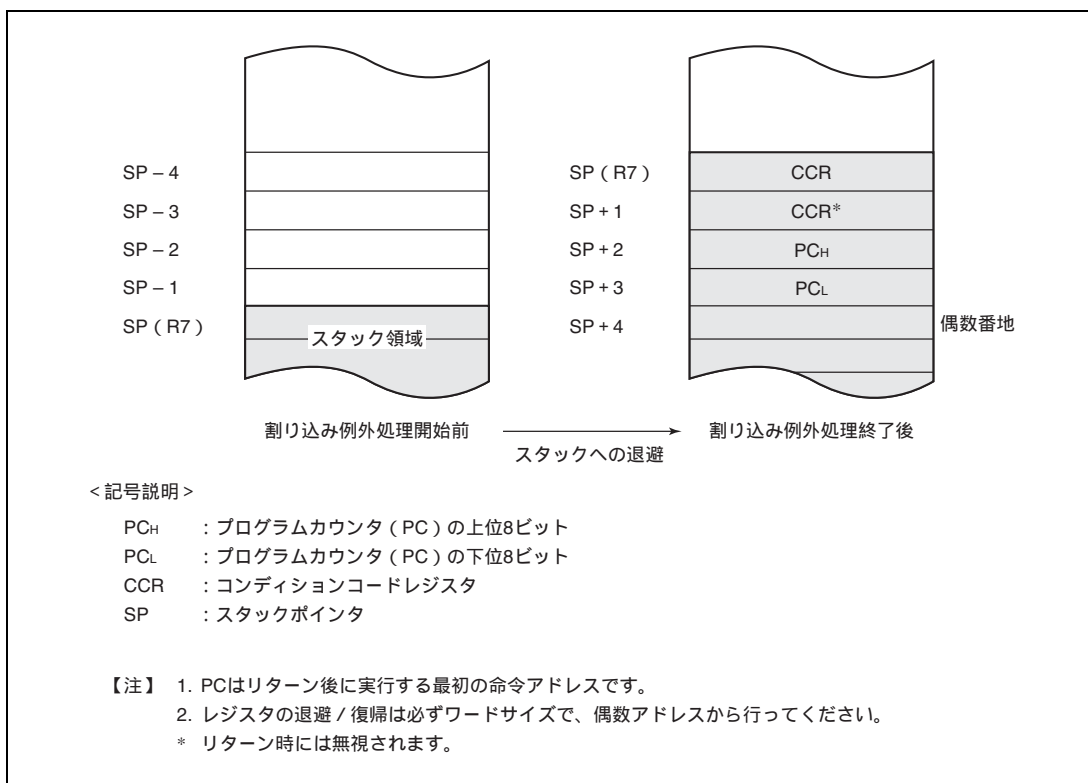

図 3.4 割り込み例外処理終了後のスタック状態
5. 割り込み要求が受け付けられると、そのとき実行中の命令の処理が終了した後、PCとCCRがスタック領域に退避されます。このときのスタックの状態を図3.4に示します。スタックされるPCは、リターン後に実行する最初の命令のアドレスを示しています。